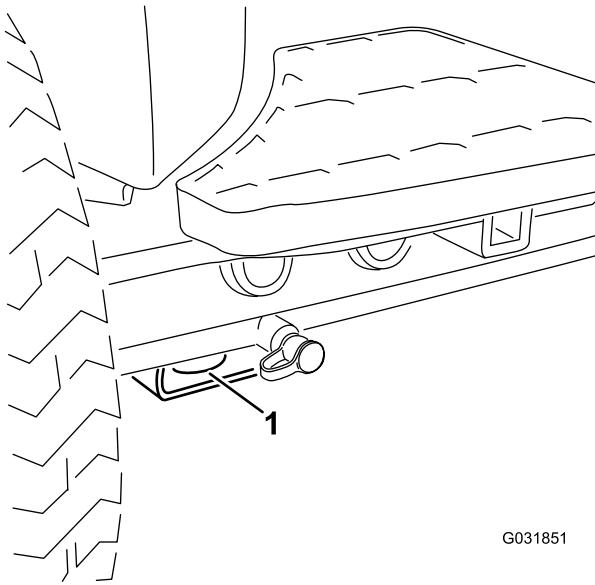

Figura 56
- **Parte dianteira da máquina** — orifício na placa retangular, sob o tubo do eixo, dentro de cada pneu dianteiro (Figura 56).